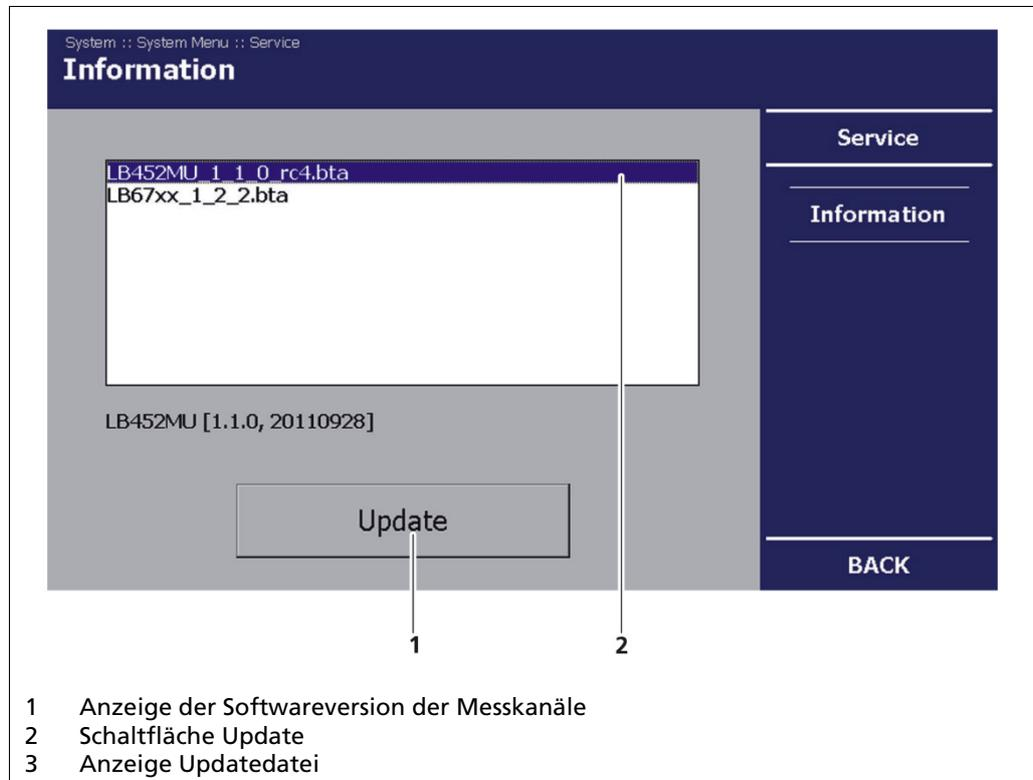

Abb. 44 Systemmenü, Service – Information (Update Messkanäle)
3. Wählen Sie die passende Updatedatei aus (Abb. 44, Pos. 2).
4. Klicken Sie auf **<Update>** (Abb. 44, Pos. 1).